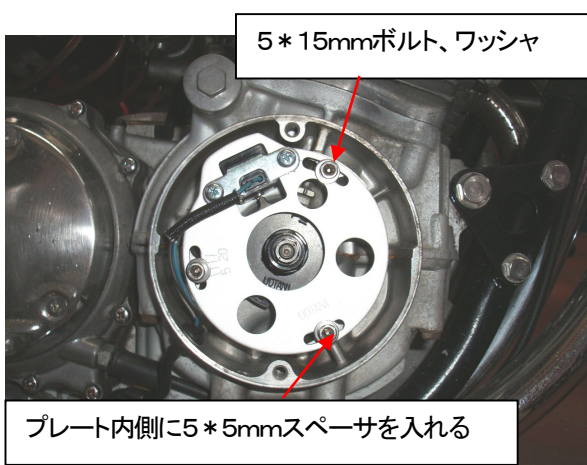

図3、SP2 タイミングプレート
- ③SP2 ピックアップコイルASSY(タイミングプレート付)を付属の5 * 15mmボルト、5mmワッシャ、5 * 5mmスペーサを使用して装着してください。ピックアップコイルのエアギャップを0.4~0.6mmに調整して下さい(図3、4、5)。
- ④9ページ「プラグコードコネクタ装着方法」に従ってプラグコードを SP2 コイルに装着して下さい。プラグコード／キャップはリーク防止のため、新品又は良品を使用して下さい。